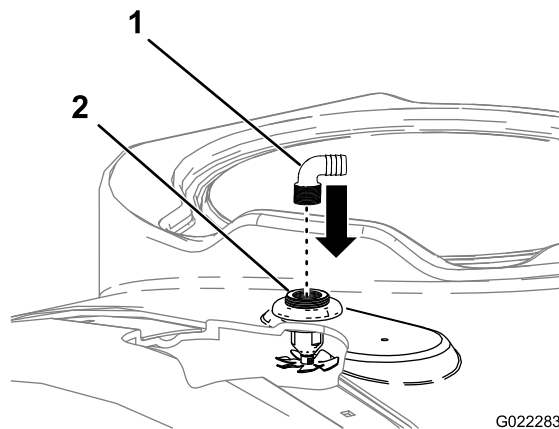

Figura 19
5. Montate un raccordo dentellato a 90° (NPT 3/4 poll. x 3/4 poll.) su ciascuna delle aperture filettate dei diaframmi degli ugelli di lavaggio (Figura 19).